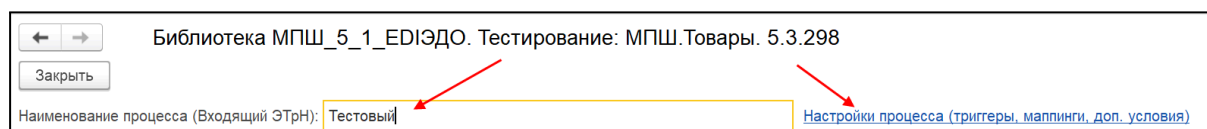

Рис. 61. Ввод названия процесса для входящей ЭТрН и настройка
3. Введите название процесса (рис. 61) и нажмите на ссылку «Настройка процесса (триггеры, маппинги, доп. условия)».